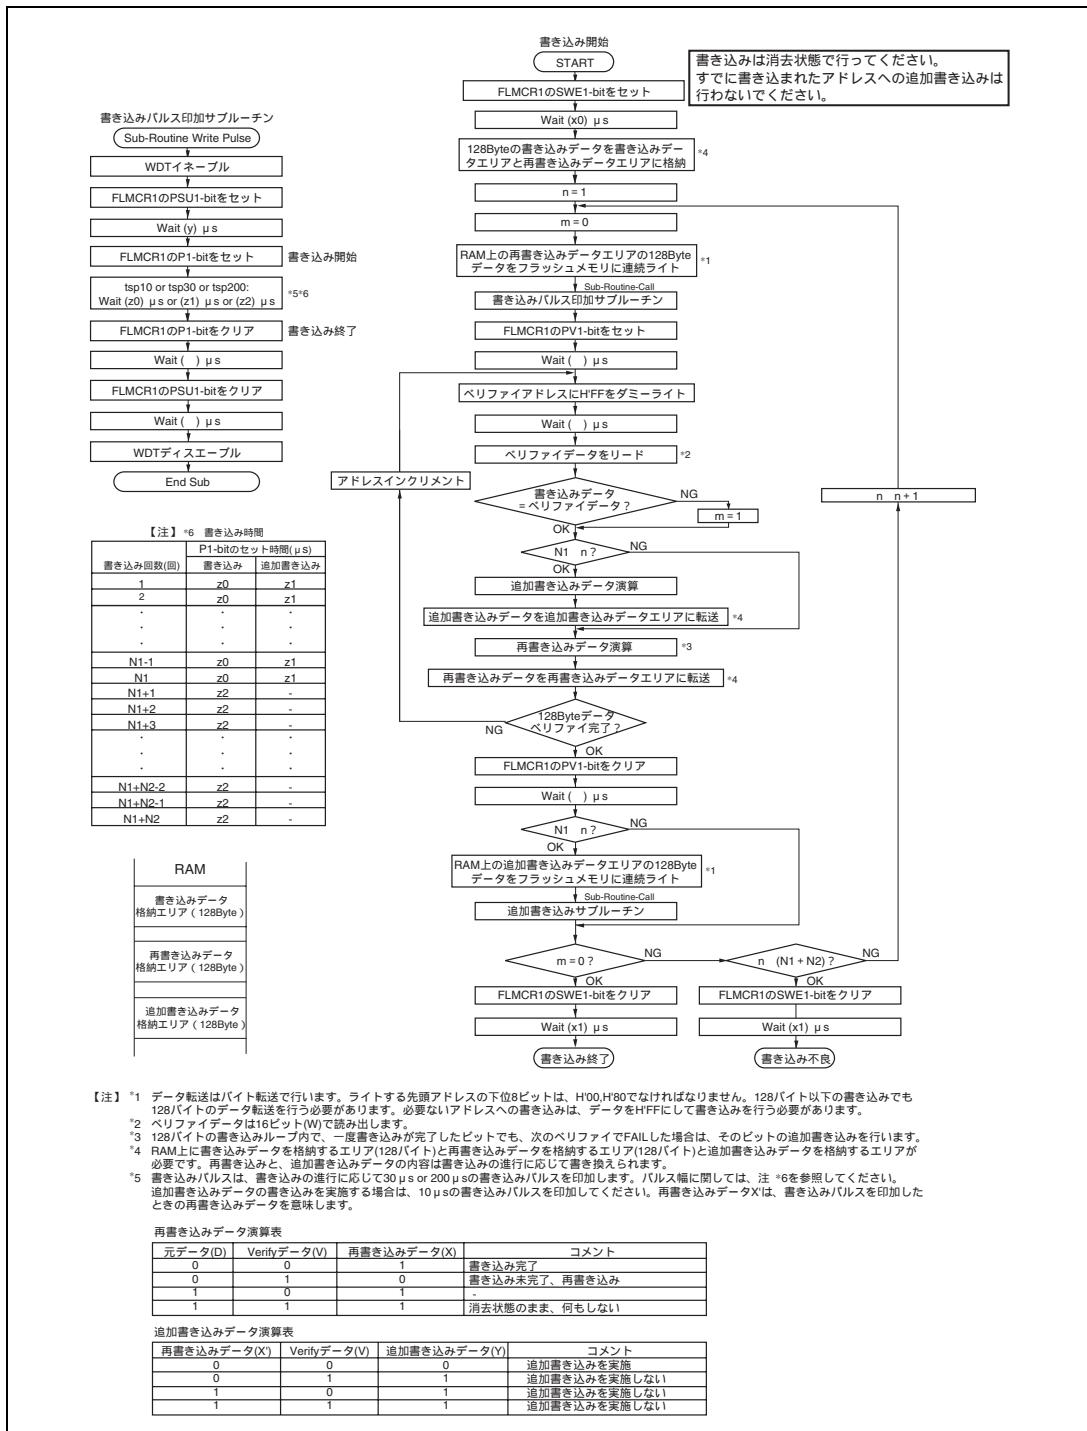

図 22.13 プログラム / プログラムベリファイフロー
フラッシュメモリへのデータ / プログラムの書き込みを行う場合は、図 22.13 に示すプログラム / プログラムベリファイフローチャートに従って行ってください。このフローチャートに沿って書き込み動作を行えば、デバイスへの電圧ストレスやプログラムデータの信頼性を損なうことなく、フラッシュメモリへデータ / プログラムの書き込みを行うことができます。また、1 回の書き込みは、128 バイト単位で行ってください。
次にプログラムの暴走などにより過剰時間書き込みを行わないようにするために、ウォッチャドッグタイマを設定します。WDT のオーバーフロー周期は $(y + z_2 + \alpha + \beta)$ ms より大きくしてください。その後、FLMCR1 の PSU1 ビットをセットすることで、プログラムモードへの準備 (プログラムセットアップ) を行います。その後、(y) μs 以上の時間が経過してから、FLMCR1 の P1 ビットをセットすることで、動作モードはプログラムモードへ遷移します。P1 ビットがセットされている時間がフラッシュメモリの書き込み時間となります。書き込み時間は、図 22.13 の中の表に従ってください。
一定の書き込み時間経過後、FLMCR1 の P1 ビットクリアします。その後、(α) μs 以上の時間が経過してから PSU1 ビットクリアすることでプログラムモードを解除します。プログラムモード解除の後は、(β) μs 以上の時間が経過してからウォッチャドッグタイマを解除します。その後 FLMCR1 の PV1 ビットをセットすることで、動作モードはプログラムベリファイモードへ遷移します。プログラムベリファイモードでは、リードする前にリードするアドレスにデータ H'FF をダミーライトしてください。ダミーライトは (γ) μs 以上の時間が経過してから行ってください。この状態でフラッシュメモリをリード (ベリファイデータは 16 ビットで読み出す) するとラッチしたアドレスのデータが読み出されます。このリード動作は、ダミーライト後、(ϵ) μs 以上置いてから行ってください。次に書き込んだ元データとベリファイデータを比較し、再書き込みデータを演算 (図 22.13 参照) し、RAM に転送します。128 バイト分のデータのベリファイが完了後、プログラムベリファイモードを解除し、(η) μs 以上の待機時間を置いて、FLMCR1 の SWE1 ビットをクリアしてください。再度書き込みが必要な場合は、再度プログラムモードに設定し、同様にプログラム / プログラムベリファイシーケンスを繰り返してください。プログラム / プログラムベリファイフローの繰り返しの最大値は、最大書き込み回数 ($N_1 + N_2$) で表されます。ただし、同一ビットに対するプログラム / プログラムベリファイシーケンスの繰り返しは、($N_1 + N_2$) 回を超えないようにしてください。
6. 本LSIのプログラム / プログラムベリファイのフローチャートを図22.13に示します。上記の注意点を網羅するためには、再書き込み処理を実施するビット、追加書き込み処理を実施するビットは下記の演算によって決定する必要があります。